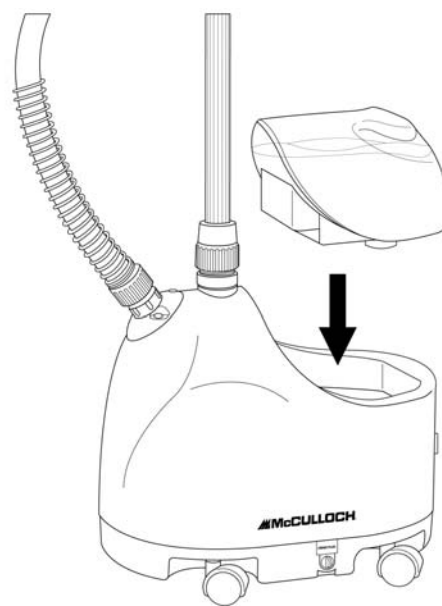

FIGURA 11
5. Ponga el Tanque de Agua de vuelta en la unidad principal (FIGURA 11). El sonido del agua que fluye del Tanque de Agua al Depósito de Agua debe ser audible por un periodo corto de tiempo.